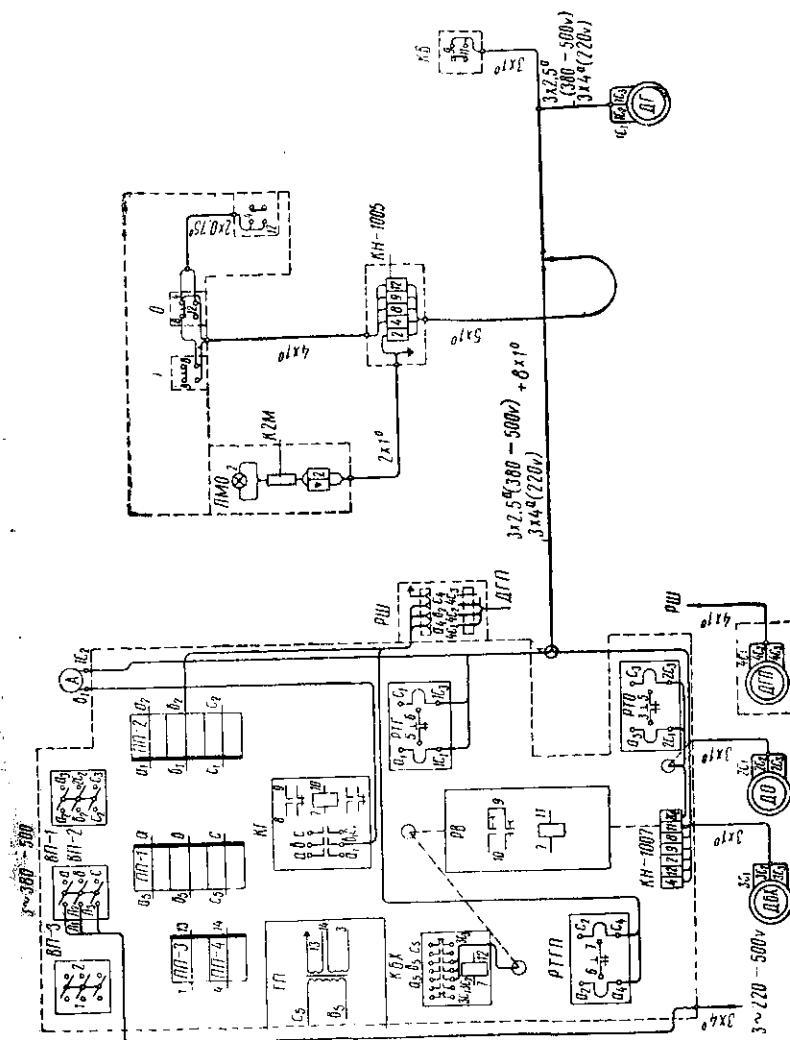

Рис. 20. Монтажная электросхема станка с монтажной электросхемой панели шкафа управления для сети с напряжением 380—500 В
3. Монтажная электросхема станка	рис. 20
а) 380÷500 V	рис. 20
Примечание. Монтажные электросхемы панели шкафа управления (см. рис. 20—23) выбираются в соответствии с заказом-нарядом.